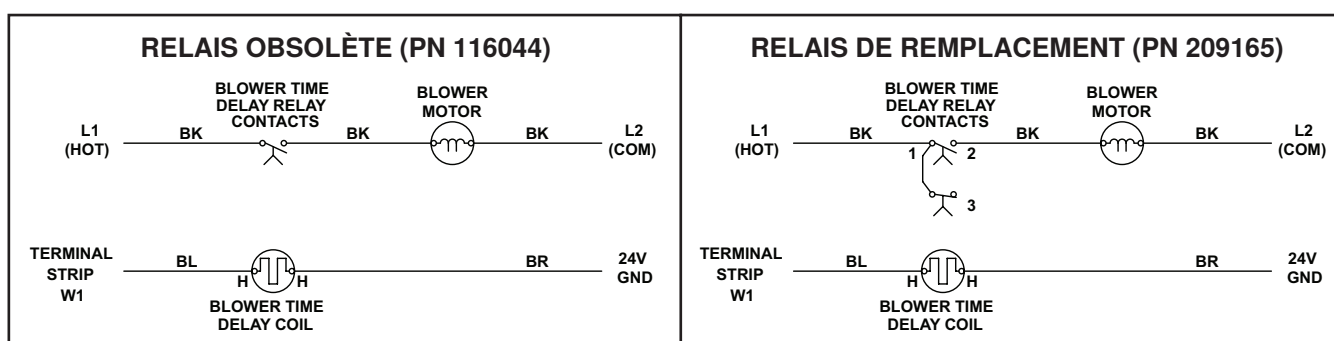

Figure 21. Connexions de câblage pour le relais de remplacement 209165
- Rebranchez les fils au relais temporisé de remplacement conformément au schéma de câblage illustré à la **Figure 21**.